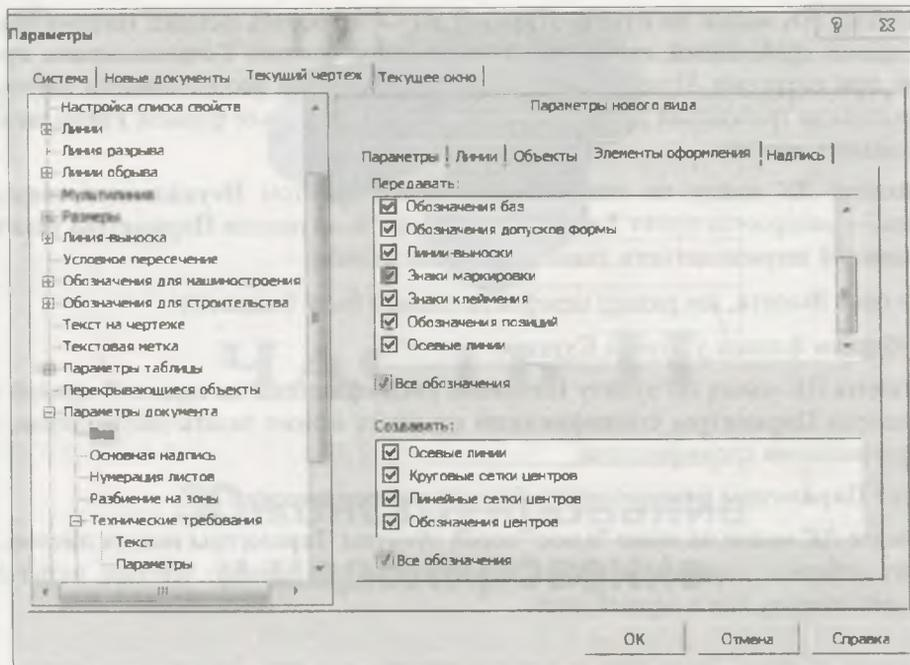

Рис. 17.34. Диалоговое окно **Параметры** с открытым пунктом **Вид** на вкладке **Элементы оформления**
- ◆ на вкладке **Элементы оформления** (рис. 17.34) можно настроить передачу в ассоциативные виды элементов оформления модели. Для этого поставьте флажок **Все обозначения**;